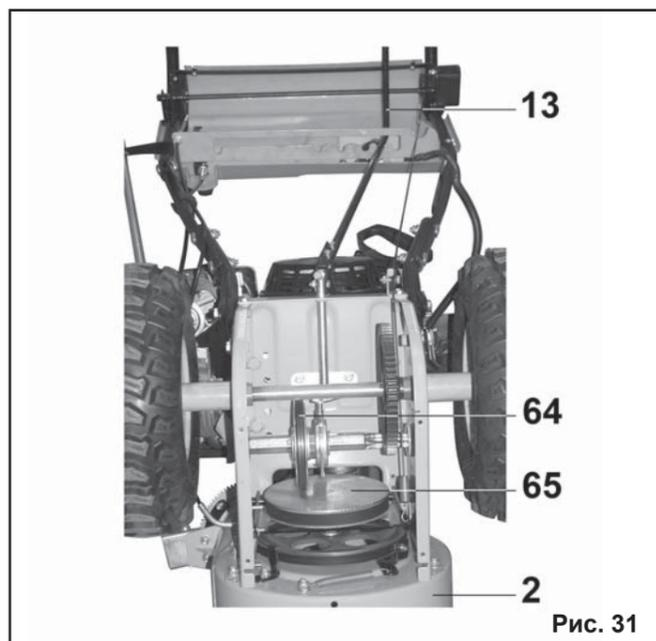

Рис. 31
**9.12. Проверка системы привода колес (Рис.31).**
9.12.4. Выкрутите шесть болтов крепления нижней крышки корпуса редуктора и демонтируйте ее (на Рис.31 крышка корпуса редуктора снята).